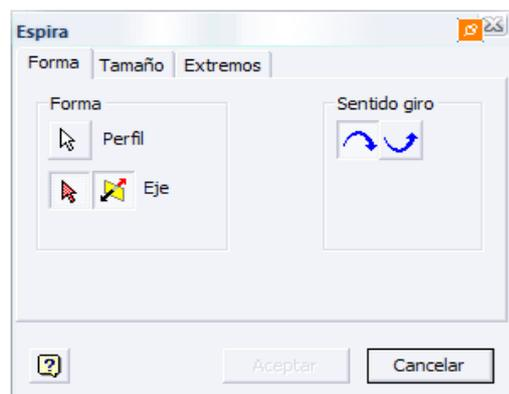

Figura 42. Ventana del comando espira.
4.9. Operaciones de espira. Representada mediante la figura . Utilice la herramienta *Espira* de la barra del panel *Pieza - Operaciones* para crear una operación helicoidal. Utilice esta operación para crear muelles espirales y roscas. Si la espira es la primera operación creada, será la operación base. La figura 42 muestra las opciones o comandos relacionados a la operación espira.